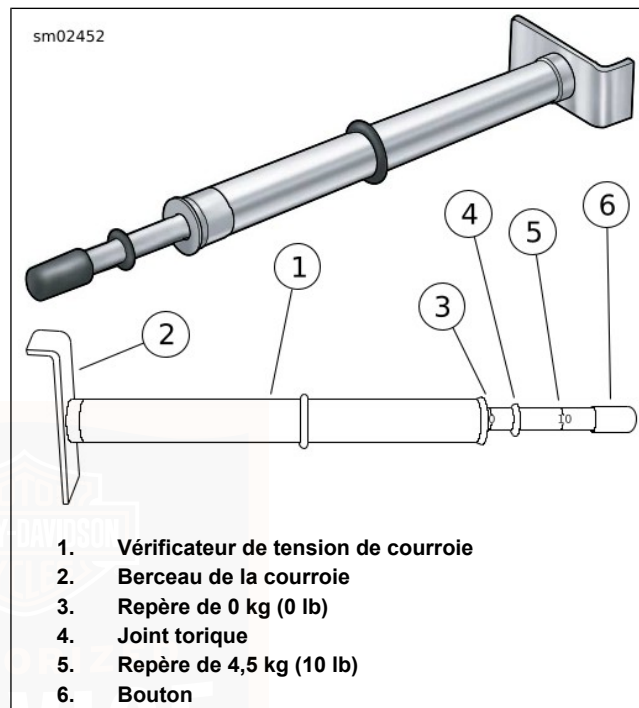
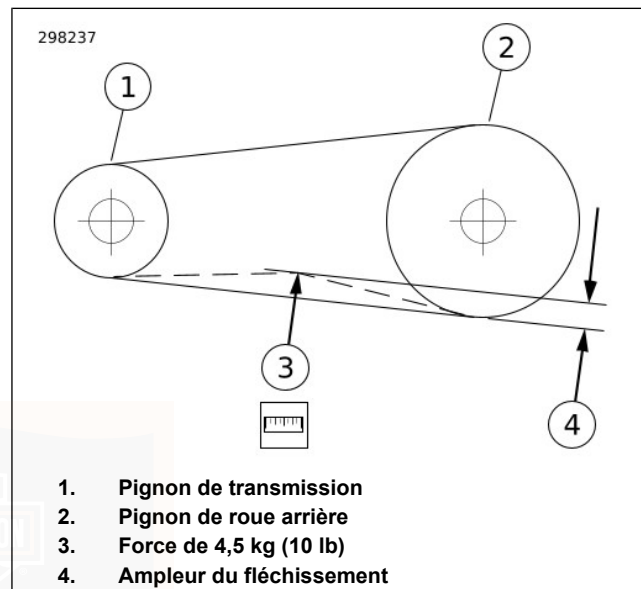

Figure 47. Vérificateur de tension de courroie
Figure 49. Vérification du fléchissement de la courroie
3. Voir Figure 47. Mesurer le fléchissement de la courroie à l'aide de BELT TENSION GAUGE (VÉRIFICATEUR DE TENSION DE COURROIE) (N° DE PIÈCE : HD-35381-A) :
- a. Faire glisser le joint torique (4) vers le repère de 0 (3).
- b. **Modèles équipés d'une fenêtre de fléchissement de courroie** : ajuster le berceau de la courroie (2) contre le bas de la courroie d'entraînement en alignement avec la fenêtre de fléchissement de courroie.
- c. **Tous les autres modèles** : ajuster le berceau de courroie (2) contre le bas de la courroie d'entraînement à mi-chemin entre les poulies d'entraînement.
- d. Pousser le bouton (6) vers le haut jusqu'à ce que le joint torique s'abaisse vers le repère de 4,54 kg (10 lb) (5) et s'immobilise.
a. **Modèles équipés d'une fenêtre de fléchissement de courroie** : voir Figure 49. Mesurer le fléchissement de la courroie tel qu'il apparaît dans la fenêtre de fléchissement de la courroie tout en maintenant fixe le vérificateur. Chaque graduation de fléchissement est environ 1,6 mm (1/16 in).